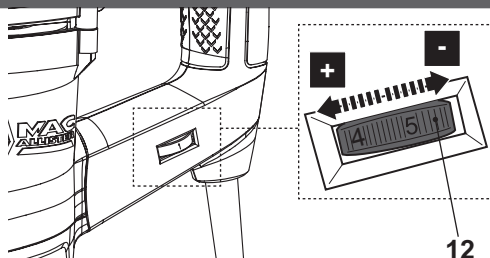

Fig. 4
- > Pousser le régulateur de vitesse(12) à gauche pour augmenter la vitesse maximale (fig. 4).
- > Pousser le régulateur de vitesse(12) à droite pour diminuer la vitesse maximale (fig. 4).